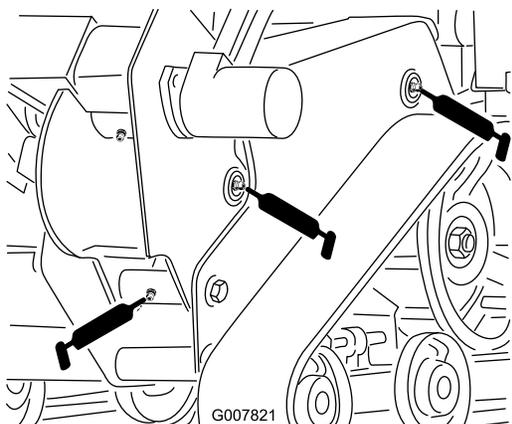
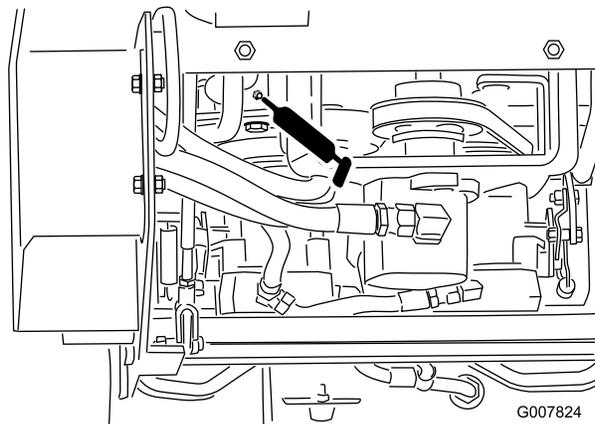

Figura 23
Figura 26
4. Ligue uma pistola de lubrificação ao encaixe (Figura 23 a Figura 26).